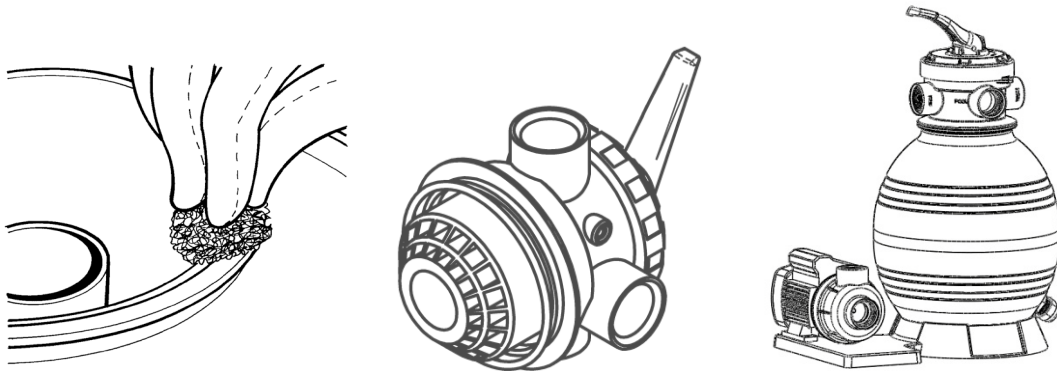

Abb.5
5. Nehmen Sie den Trichter ab und reinigen Sie den Rand der Behälteröffnung von Sandrückständen sorgfältig. Dann montieren Sie das 4-Wege Ventil und die Filterdichtung (O-Ring). Die Verbindung erfolgt mit einem Spannring. Der Spannring wird mit Spannringschraube und Spannringmutter verschraubt. Abb. 5